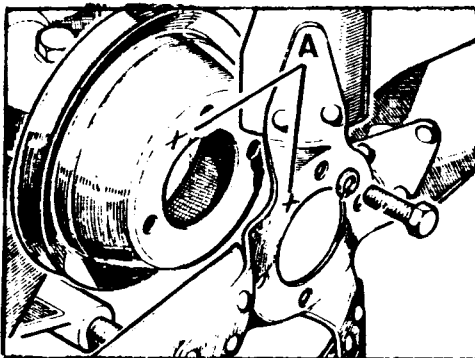

Fig. A1-30 Montaje del ventilador y polea
- 2.3. Montar el ventilador y su polea alineando las marcas, A (Fig. A1-30) de apareamiento para el equilibrado.